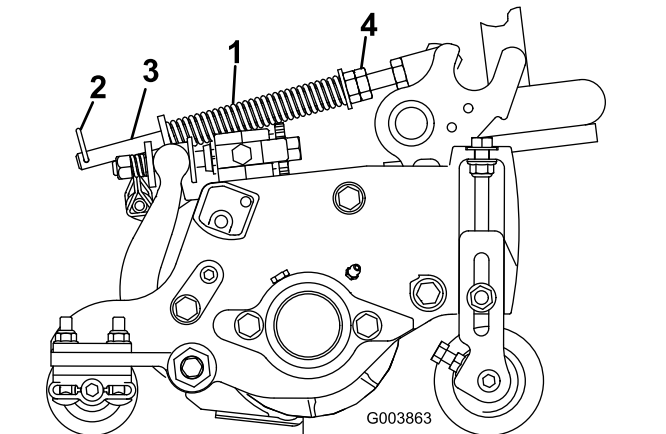

Figura 51
El muelle de compensación del césped (Figura 51) transfiere el peso del rodillo delantero al rodillo trasero. Esto ayuda a reducir el patrón de ondulación en el césped.
1. Asegúrese de que el pasador de horquilla esté instalado en el taladro trasero en la varilla del muelle (Figura 51).
2. Apriete las tuercas hexagonales del extremo delantero de la varilla del muelle hasta que la longitud comprimida del muelle sea de 15,9 cm; consulte Figura 51.